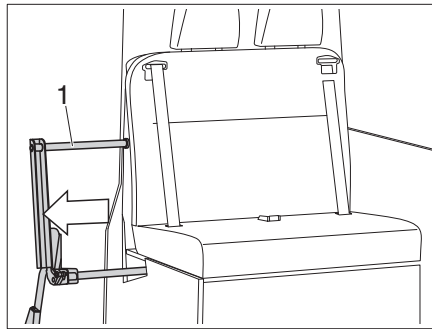
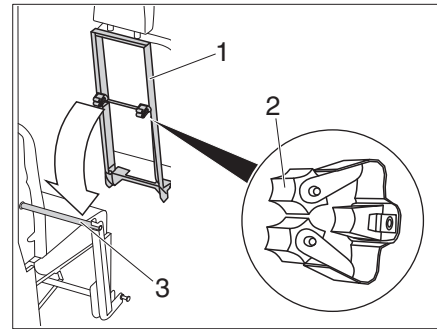
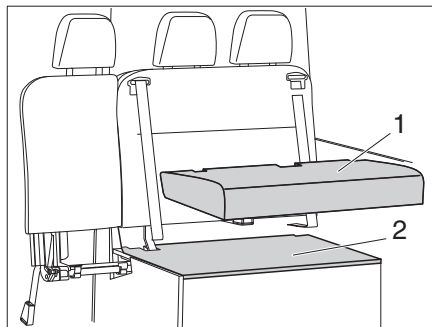

Bild 38 Sitzbankverbreiterung herausziehen
Bild 39 Rückenlehne einhängen
Bild 40 Sitzpolster entfernen
- Sitzbankverbreiterung (Bild 38,1) aus der Zweier-Sitzbank ziehen.
- Rückenlehne (Bild 39,1) mit den beiden Klammern (Bild 39,2) in die Sitzbankverbreiterung (Bild 38,3) einhängen.
- Sitzpolster (Bild 40,1) und Truhendeckel (Bild 38,2) entfernen.